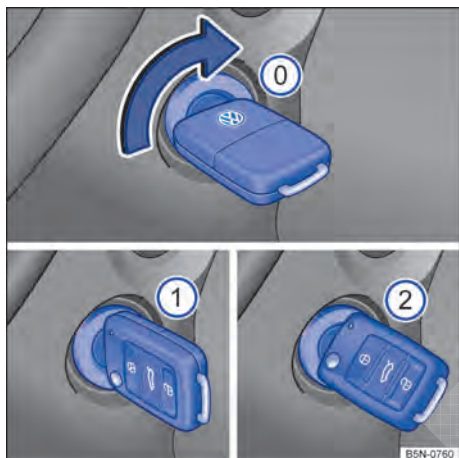

Fig. 92 Ao lado do volante, à direita: posições da chave do veículo no cilindro da ignição.
Posições da chave do veículo → Fig. 92
4.	Girar a chave do veículo no cilindro da ignição para a posição → Fig. 92 ① para ligar a ignição. Nesse instante a luz de controle do sistema de partida aquecida ∞ irá se acender no instrumento combinado.
6.	Girar a chave do veículo no cilindro da ignição para a posição → Fig. 92 ② para dar partida no motor – não acelerar. Caso a etapa 5 não seja respeitada, a luz de controle ∞ irá piscar indicando a necessidade de interromper o procedimento de partida e repeti-lo após retornar a chave para a posição → Fig. 92 ① e aguardar aproximadamente 10 segundos.
5.	Girar a chave do veículo no cilindro da ignição para a posição → Fig. 92 ②.